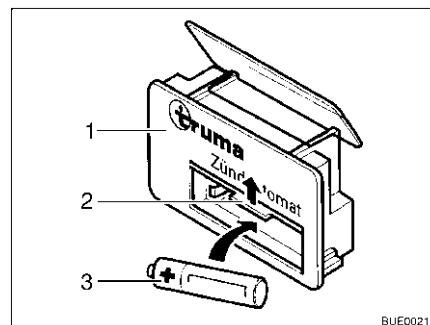

Fig. 93 Dispositivo di accensione
- Spingere la copertura (Fig. 93,2) del vano batteria sul dispositivo di accensione (Fig. 93,1) verso l'alto.
- Inserire una nuova batteria (Fig. 93,3) dello stesso tipo nel vano batteria del dispositivo di accensione rispettando la polarità (+/-). Utilizzare soltanto batterie Mignon resistenti alle alte temperature (+70 °C) e sicure da perdite.